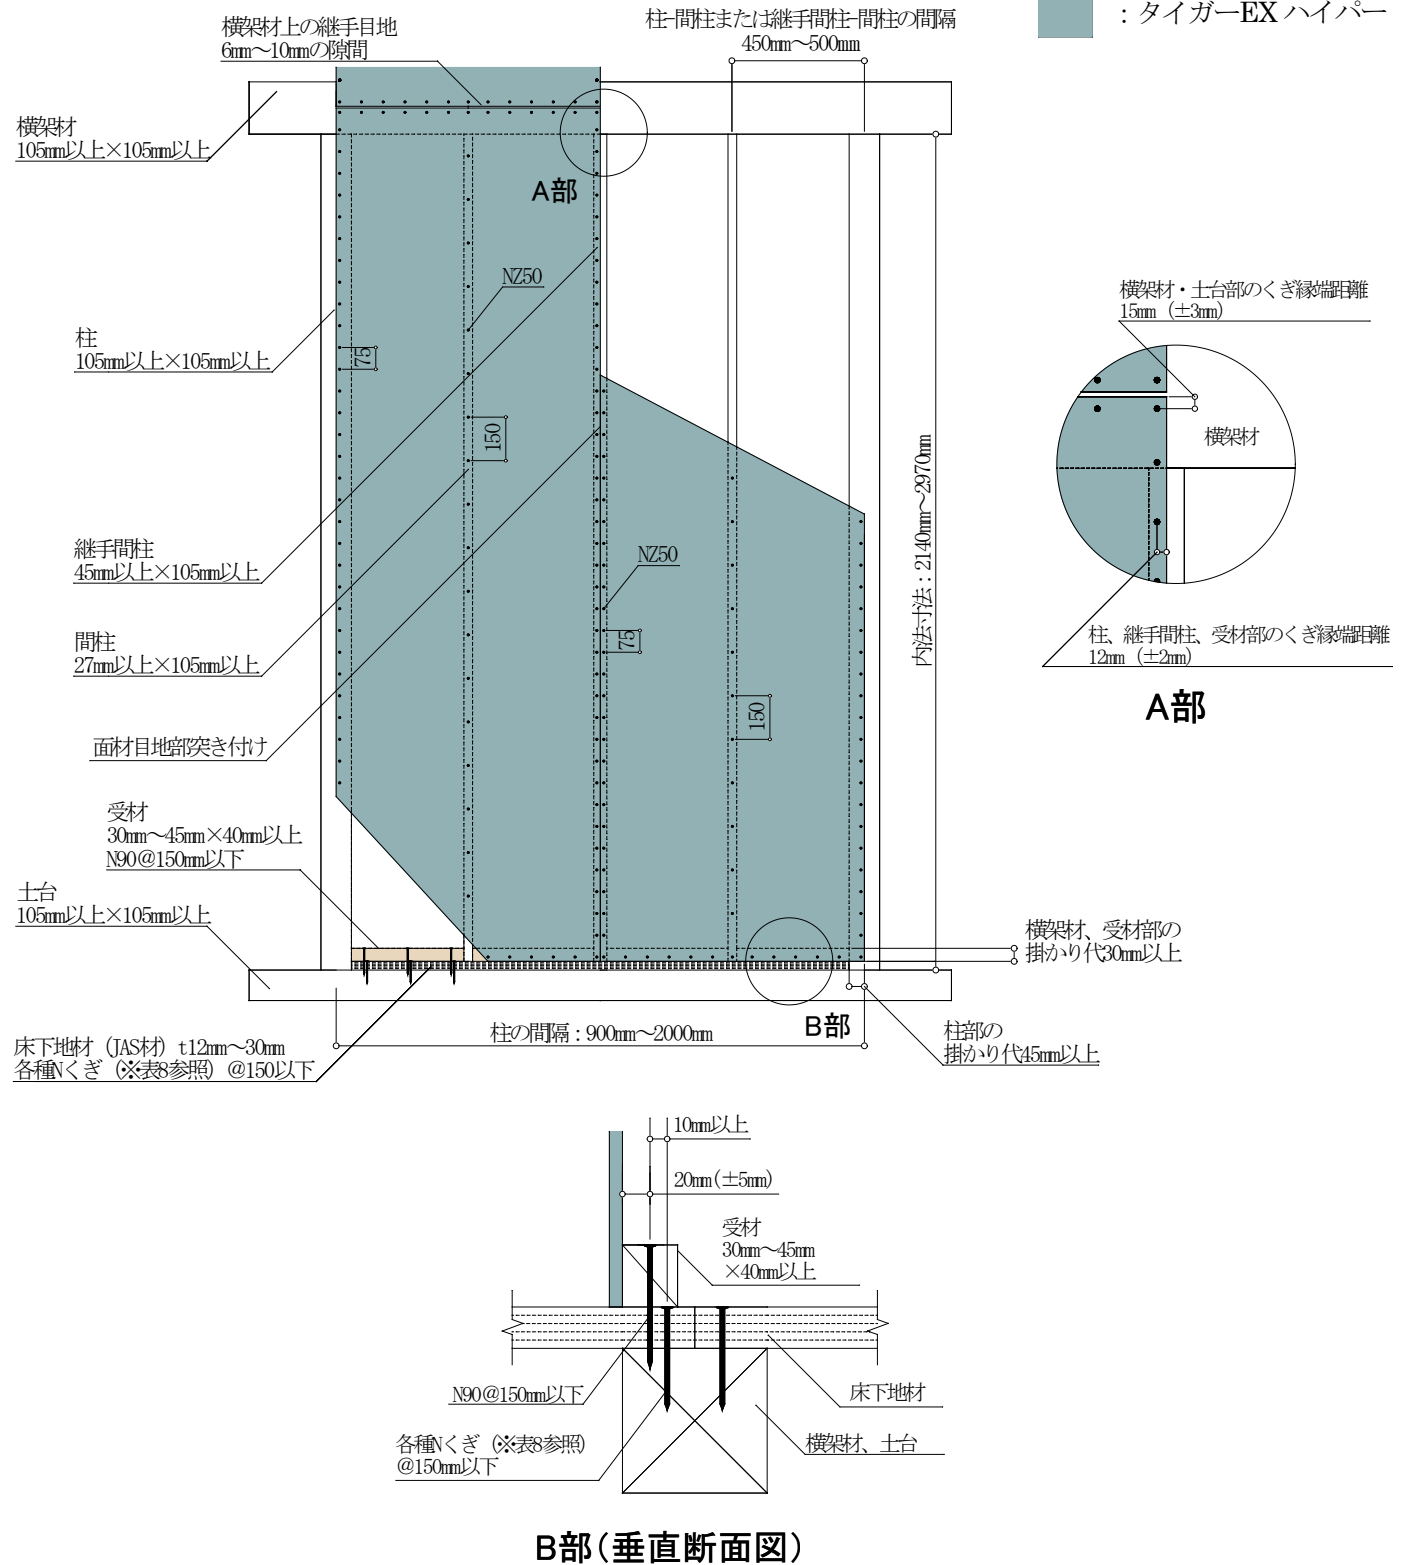

図7 床勝ち仕様 (FRM-0679 : 2.2倍) 施工概略図 (2Pの場合)
施工においては、図7および注意事項に記載の内容を遵守してください。
- ・タイガーEX ハイパーは、原則1枚張りとし、縦継ぎ張りについては、P28「⑧縦継ぎ張りについて」をご確認ください。
- ・図7は2Pの施工例となっておりますが、1Pの場合も耐力壁とできます。